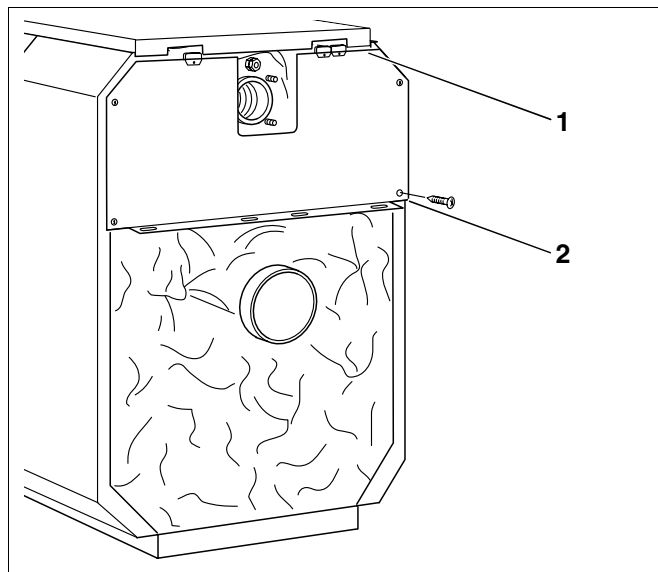

Fig. 55 Montering af den øverste bagkappe
- Skub den øverste bagkappe ind under den bageste topplade (fig. 55, **pos. 1**), og skru den fast til sidekapperne bagfra med fire pladeskruer (fig. 55, **pos. 2**).